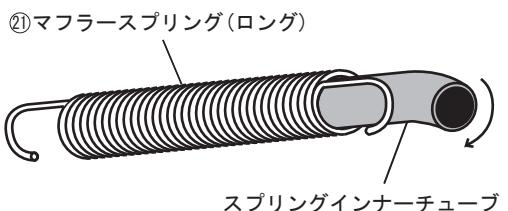

FIG. 1
2. メーカー発行のサービススマニュアルを参考し、車体を損傷しないように注意して、純正マフラーを取り外して下さい。 (FIG. 1 参照)
3. ②マフラースプリング(ロング)全てにスプリングインナーチューブを入れて下さい。 (FIG. 1 参照)